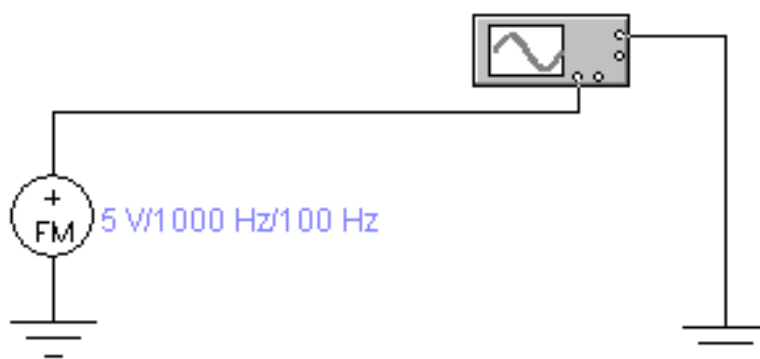

Рисунок 6.2 – Схема дослідження ЧМ сигналу
7.1 Зібрати схему досліджень (рисунок 6.2) і виконати п. 6.4 для частотно-модульованого сигналу. Встановити параметри частотно-модульованого генератора: амплітуда несучого сигналу (*Peak Amplitude*) – 5 В, частота несучого сигналу (*Carrier frequency*) – 1000 Гц, індекс частотної модуляції (*Modulation index*) – 5; частота модулюючого сигналу (*Modulation frequency*) – 100 Гц, постійна складова (*Offset*) – 0 В.